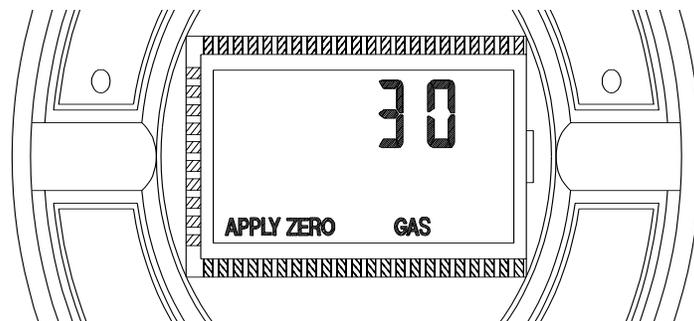

Figura 7. Pantalla de aplicación de gas cero
- La bandera **APPLY ZERO GAS** (FIGURA 7)